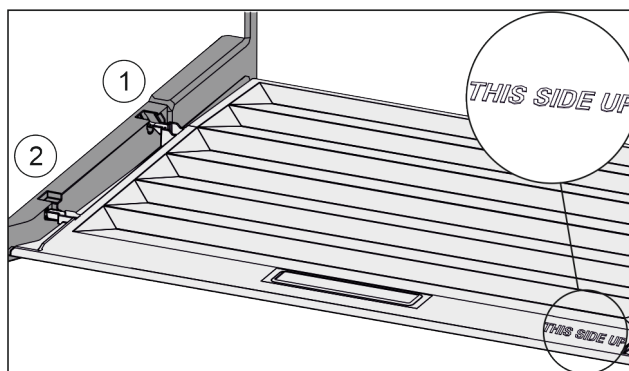

Fig. 33
- ▶ Výstupky víka zavedte do zadních držáků Fig. 33 (1) a vpředu zaklesněte do držáku Fig. 33 (2).